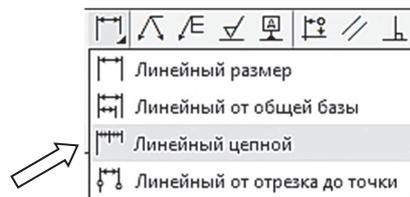

Рис. 3.7-2
1. Вызвать команду **Черчение** → **Размеры** → **Линейный цепной**  (рис. 3.7-2).